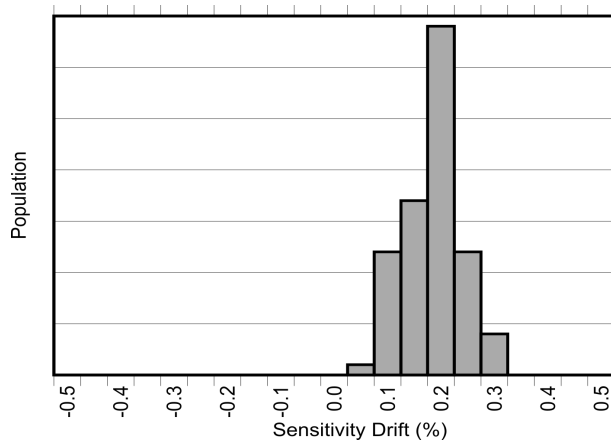
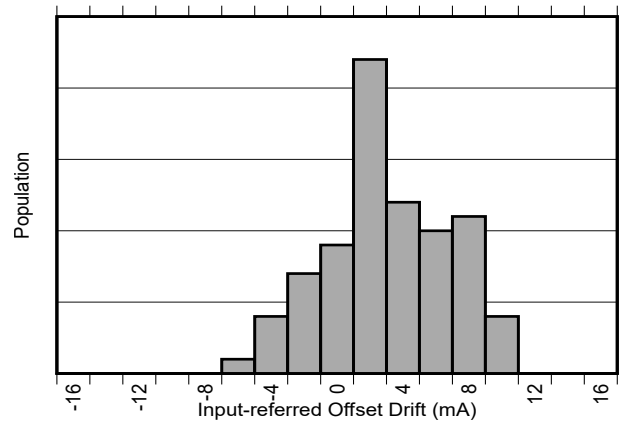

图 8-2. AEC-Q100 高温工作寿命应力测试后的灵敏度误差漂移
图 8-3. AEC-Q100 高温工作寿命应力测试后的以输入为基准的失调漂移
除了较大的热漂移之外，典型的磁性电流传感器由于在器件的寿命内老化，其灵敏度还会出现 2% 到 3% 的额外漂移。TMCS1123-Q1 中用于降低温度漂移的相同专有补偿技术也用于大大降低由于应力和环境条件（尤其是在较高的运行温度下）引起的老化而导致的寿命漂移。如 电气特性 所示，TMCS1123-Q1 具有行业出色的寿命灵敏度漂移，这是在标准三批 AEC-Q100 认证期间，在 130°C 和 85% 相对湿度 (RH) 下进行高加速应力测试 (HAST) 后实现的。在按照 AEC-Q100 认证规定进行 1000 小时、125°C 高温工作寿命应力测试后，还观察到 电气特性 中规定的界限内的低灵敏度和温漂。这些测试模拟了器件在使用寿命期间的典型运行情况，表明与典型的磁性电流传感器相比，由于老化导致的器件性能变化得到了极大的改善。图 8-2 和图 8-3 展示了在进行 AEC-Q100 规定